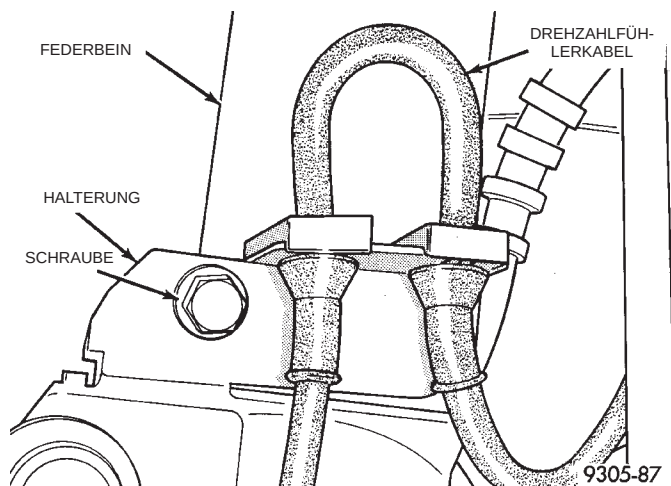

Abb. 53 Halterung/Drehzahlfühlerkabel
(7) Bei Fahrzeugen mit ABS die Halterung für das Drehzahlfühlerkabel vom Federbein abbauen (Abb. 53).
(12) Bei Fahrzeugen mit ABS die Halterung für das Drehzahlfühlerkabel am Federbein anbauen (Abb. 53).